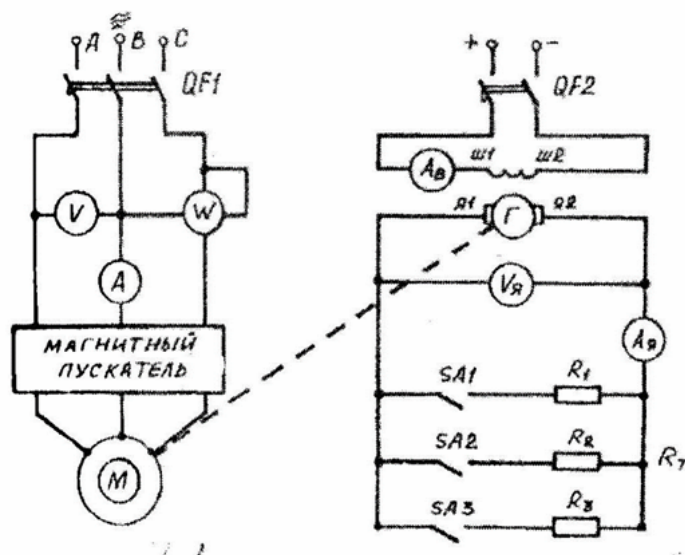

Рис. 7.1.Схема испытаний асинхронного двигателя
1.3. Собрать на стенде схему, представленную на рис.7.1.